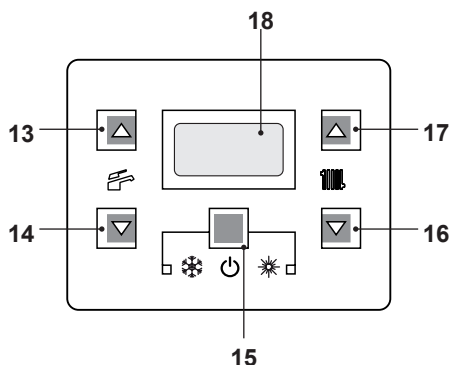

Figura 6.6
- Tenere premuto per 2 secondi il tasto 15 fino a far apparire sul display entrambe i simboli  e  Figura 6.6.
- Spegner la caldaia tenendo premuto per 2 secondi il tasto 15 (Figura 6.6) fino a far apparire sul display LCD il simbolo  (Figura 6.5).